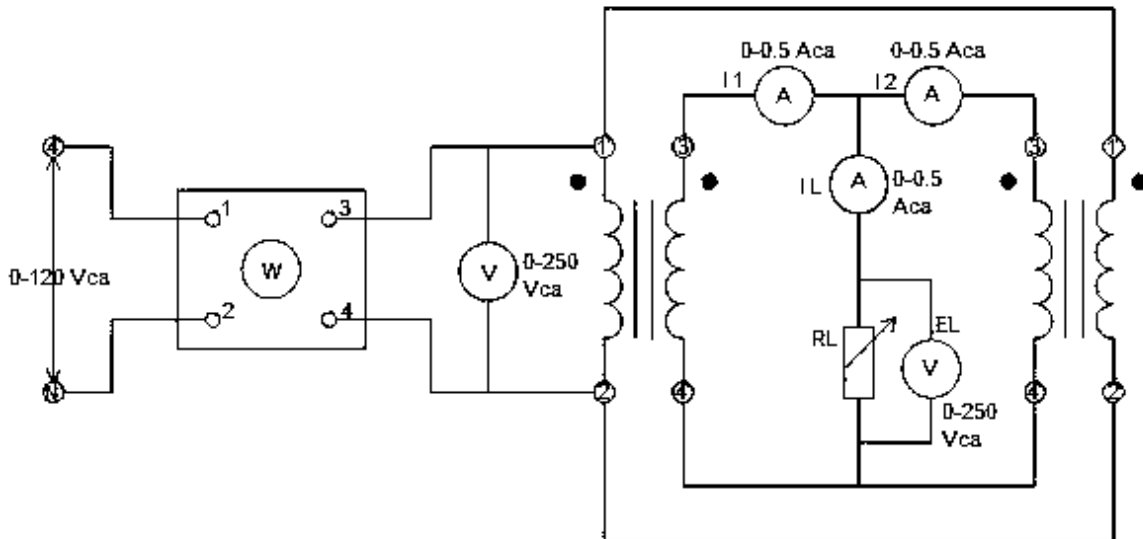

Figura 6.1
1. Conecte el circuito que aparece en la figura 6.1., utilizando los Módulos EMS de transformador, fuente de alimentación, vatímetro, resistencia y medición de c-a. Observe que los dos transformadores están conectados en paralelo. Los devanados primarios (1 a 2) se conectan a la fuente de alimentación de 120V c-a. El vatímetro indicará la potencia de entrada. Cada devanado secundario (3 a 4) se conecta en paralelo con la carga R_L . Los amperímetros se conectan para medir la corriente de carga I_L y las corrientes de los secundarios de los transformadores I_1 e I_2 .